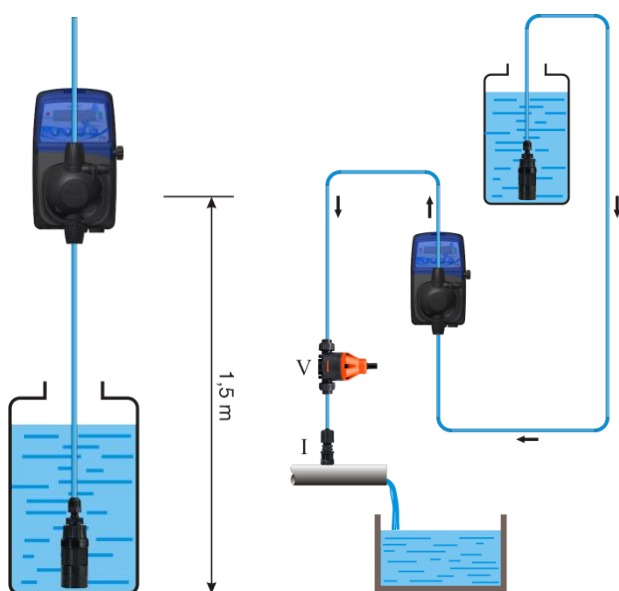

Figure 1
- Positionner la pompe comme indiqué sur la figure 1, en tenant compte qu'elle peut être fixée aussi bien au-dessus qu'au-dessous du niveau du liquide à doser, en veillant toutefois à ne pas dépasser la limite de 2 mètres (nous suggérons 1,5 mètre). Le point d'injection doit dans tous les cas se trouver à une hauteur supérieure à celle du liquide à injecter.